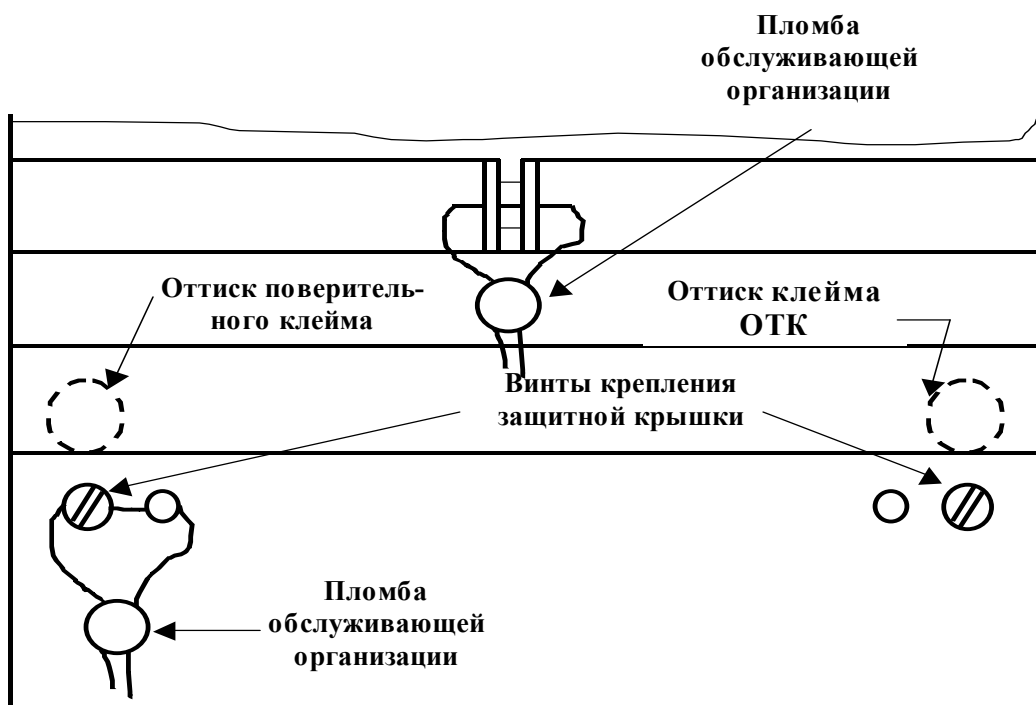

Рисунок 23 – Пломбирование счетчика и крепление защитной крышки
- снять пломбу защитной крышки контактной колодки, отвернуть два винта крепления и снять защитную крышку (рисунок 23);